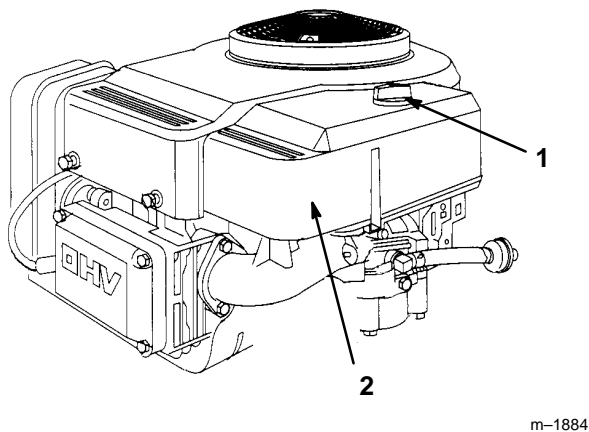

Figure 25
3. Nettoyer les abords du filtre à air pour éviter d'introduire dans le moteur des impuretés qui pourraient l'endommager. Dévisser le bouton et déposer le capot du filtre à air (Fig. 25).
3. Replacer le capot du filtre à air et le bouton (Fig. 25). Serrer solidement le bouton.